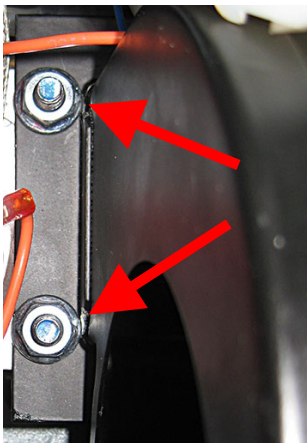

図11
14. 7/16インチドライバーを使用して左側のブLOWERナットを取り外し、右側のブLOWERナットを2回転または3回転緩めます（図11を参照）。